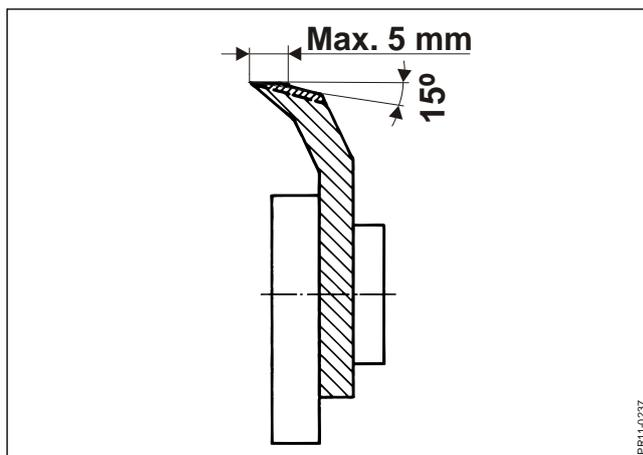

Abb. 4-30
**Abb. 4-30** Um unnötige Leistungsaufnahme und übermäßigen Verschleiß der Schleifsteine bei der Arbeit mit der Erntemaschine zu vermeiden, ist bei einer Schneidkante von 5 mm Breite oder mehr ein grobes Schleifen oder eine Einstellung der Messer erforderlich. Die hintere Kante auf einen Winkel von etwa 15° schleifen.